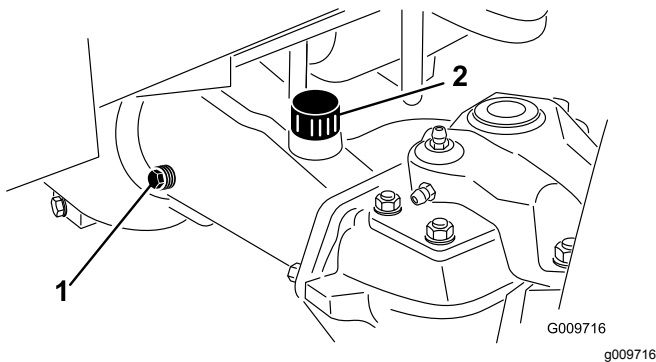

Bild 62
2. Entfernen Sie eine Prüfschraube (Bild 62) aus einem Ende der Achse und stellen Sie sicher, dass das Öl die Unterseite des Lochs erreicht. Entfernen Sie bei niedrigem Ölstand die Füllschraube (Bild 62) und füllen Sie genug